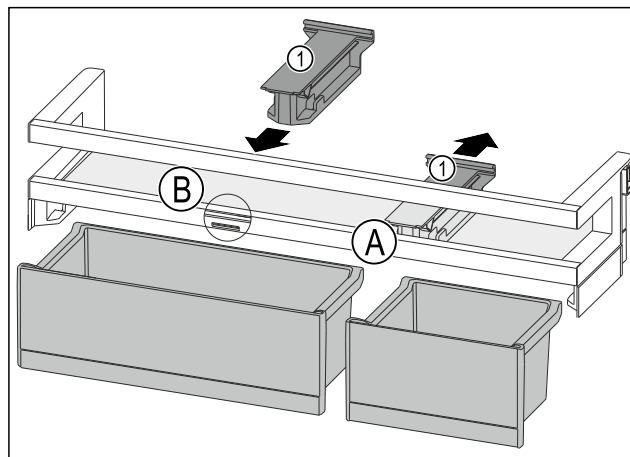

Fig. 168
- Retirer la pièce de retenue Fig. 168 (1) en position Fig. 168 (A) vers l'arrière.
- Mettre la pièce de retenue Fig. 168 (1) en position Fig. 168 (B).